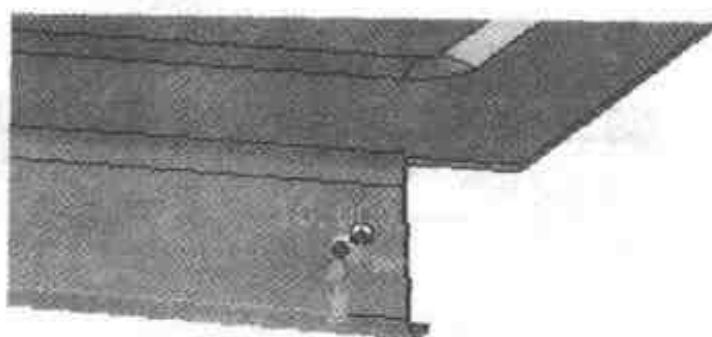

图 4.102 生成右边的孔图素
- (3) 重复步骤(1)~(2),再生成一个圆孔,但这次将其定位在板的右边,结果如图 4.102 所示。